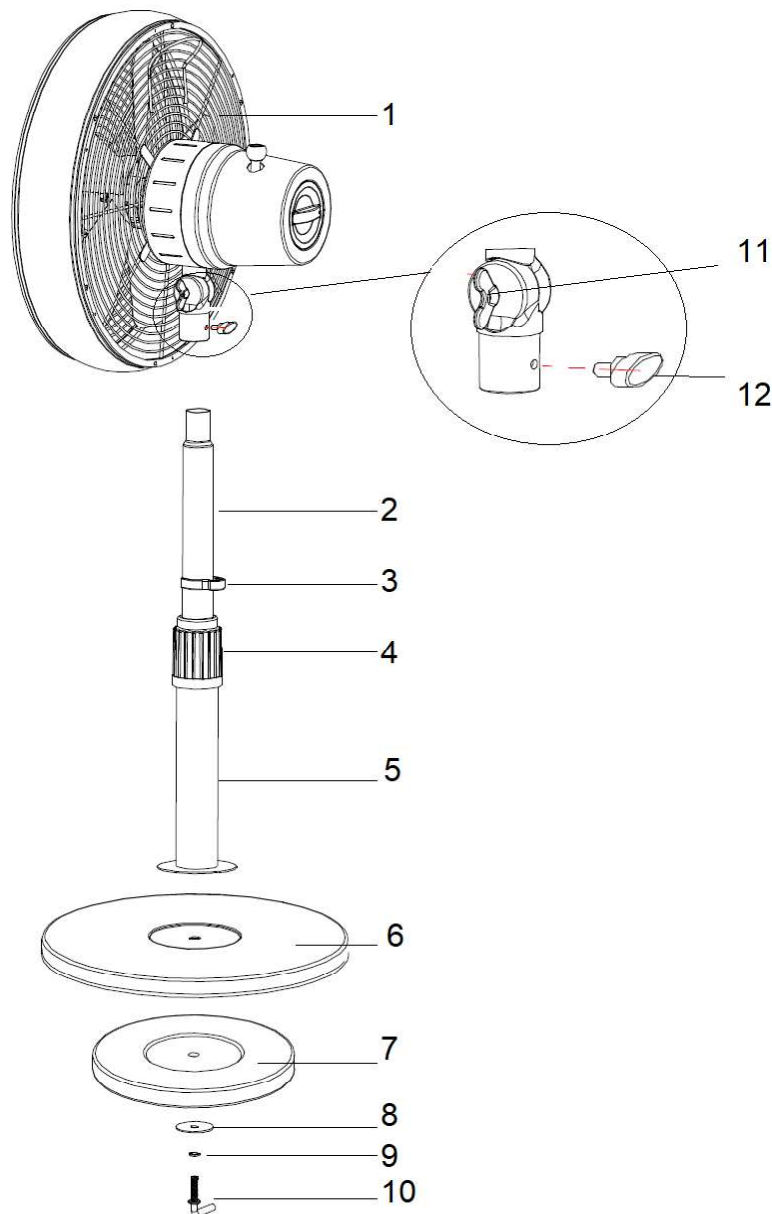

Abb. 1
1. Lösen Sie die Sockelbefestigungsschraube (10), die Federscheibe (9) und den flachen Unterlegring (8) vom Standrohr. Abb. 1
2. Befestigen Sie das Standrohr (5) am Standsockel (6). Stecken Sie die Sockelbefestigungsschraube (10) durch die Federscheibe (9), den flachen Unterlegring (8), die schwere Bodenplatte (7) und ziehen Sie die Sockelbefestigungsschraube (10) fest an, um das Standrohr (5) zu fixieren. Fig. 1
3. Lösen Sie den Höhenverstellring (4) und ziehen Sie das Teleskoprohr (2) auf die gewünschte Höhe aus. Ziehen Sie den Höhenverstellring (4) fest an. Abb. 1
4. Setzen Sie die Ventilatorkopfeneinheit (1) auf das Teleskoprohr (2). Fixieren Sie sie durch Anziehen der Feststellschraube (12). Abb. 1
5. Lösen Sie die Flügelschraube zum Einstellen der Neigung (11) und passen Sie den Neigungswinkel des Ventilatorkopfes nach Wunsch nach oben oder unten an.
Fixieren Sie den Neigungswinkel des Ventilatorkopfes, indem Sie die Flügelschraube zum Einstellen des Neigungswinkels (11) gut festziehen. Abb. 1